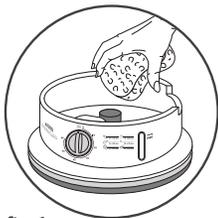

fig. 1
- Passez une éponge non abrasive humidifiée pour nettoyer le réservoir à eau - Fig. 1.